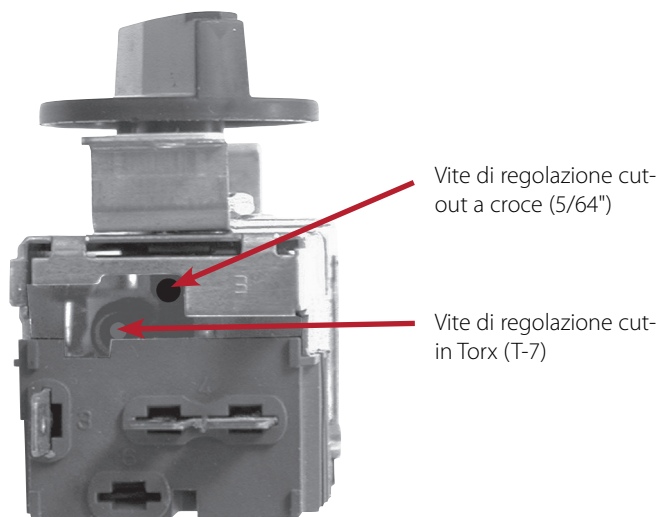

Fig. 1 Posizioni delle viti di regolazione dell'inserimento e dell'estrazione nella parte inferiore del dispositivo di controllo.
4. Ruotare le viti di regolazione dell'apertura e della chiusura (vedere fig. 1) nella misura desiderata in senso orario.